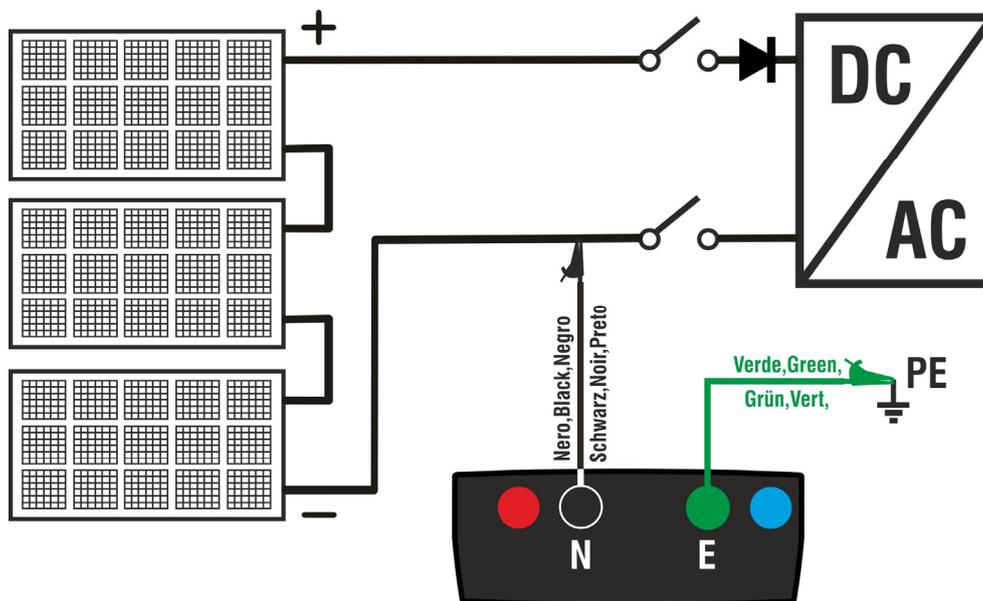

Fig. 7: Connexion de l'instrument pour la mesure de l'isolation en mode TMR
8. Connectez l'instrument à la chaîne PV testée comme indiqué dans Fig. 7. Le test peut également être effectué sur plusieurs chaînes en parallèle les unes avec les autres. N'oubliez pas que les parafoudres connectés aux câbles de la chaîne / des chaînes doivent également être déconnectés et qu'il est conseillé de mesurer en amont d'éventuelles diodes de blocage